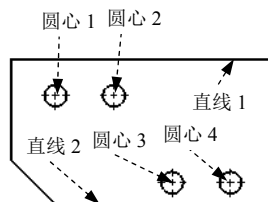

图 9.5.11 选取标注对象
Step3. 定义尺寸放置位置。在系统 **选择一个边线/顶点后再选择尺寸文字标注的位置** 的提示下, 选取图 9.5.11 所示的直线 1, 再选择合适的位置单击以放置第一个尺寸。
Step4. 依次选取图 9.5.11 所示的圆心 2、圆心 4 和直线 2。